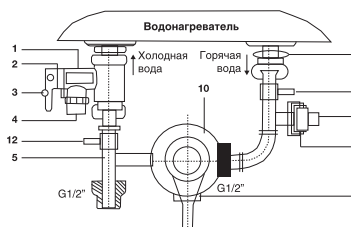

Рис. 4
- Предохранительный клапан следует устанавливать в месте входа холодной воды (см. рис. 4).